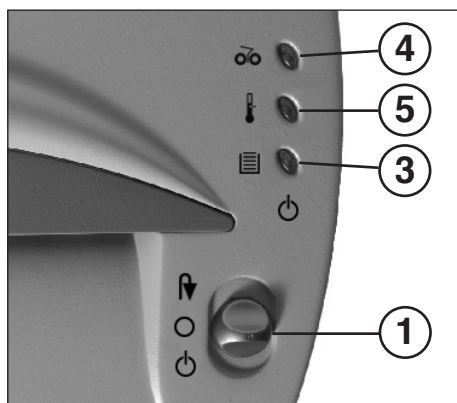

Abb. 1
1 = Funktionsschalter (Abb. 1)
3 = Kontroll-Anzeige (Abb. 1)
4 = Kontroll-Anzeige „Materialstau“ (Abb. 1)
5 = Kontroll-Anzeige (Abb. 1)
- Funktionsschalter (1) (Abb. 1) in Stellung „“ schalten. Die Kontroll-Anzeige (3) (Abb. 1) leuchtet auf (grün).
Achten Sie darauf, daß das Gerät über Nacht ausgeschaltet ist (Funktionsschalter (1) (Abb. 1) in Stellung „O“ schalten).